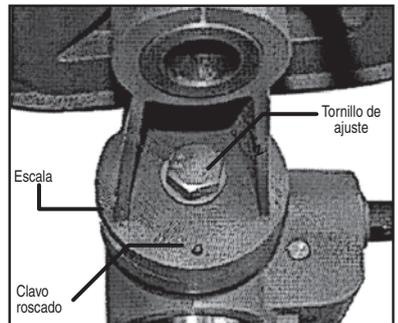

Fig. 14
- Saque el clavo roscado. (Fig. 14)